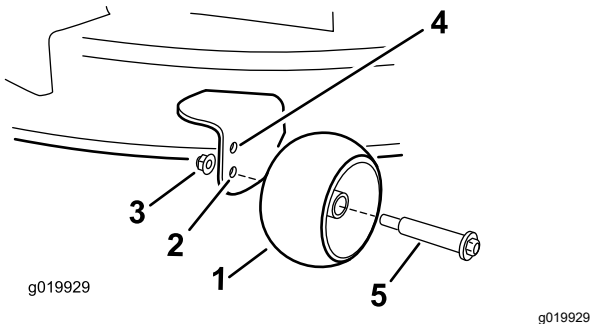

Figura 29
posición de altura de corte de 63 mm o menos (Figura 29).
- Taladro inferior – utilice esta posición cuando la carcasa de corte está en la posición de altura de corte de 76 mm o más (Figura 29).